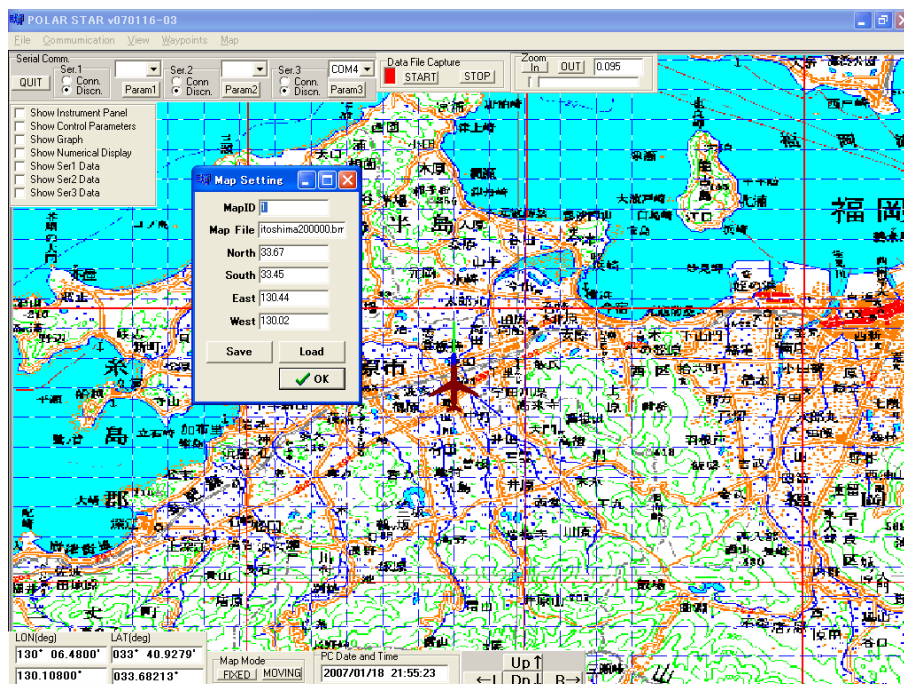

図 2.20: マップセッティングウィンドウ
2. 図 2.20 のマップセッティングウィンドウ が現れますので、bmp(ビットマップ) ファイル形式のデジタルマップのファイル名、地図の北端の緯度、南端の緯度、東端の経度、西端の経度を °単位で入力し、適当な ID 番号¹⁰(0~50)を入力してください。